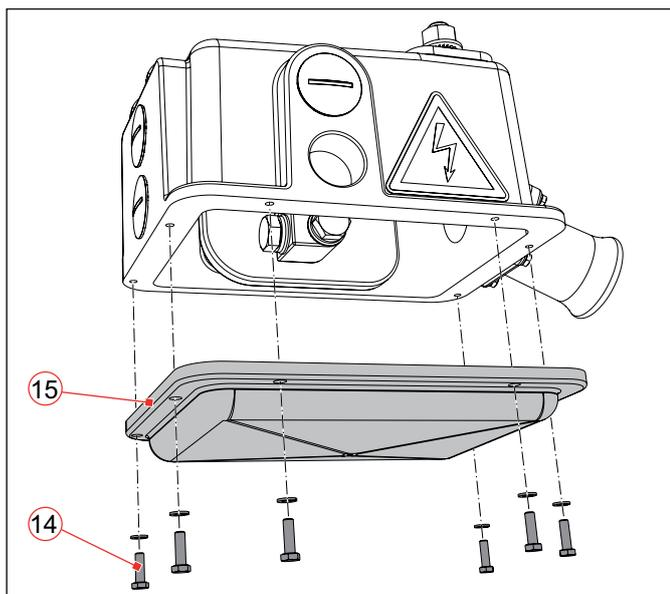

Abb. 22: Unteren Deckel des Kabelabzweigkastens abnehmen
- ▶ Zur Vorbereitung der Anschlüsse die 6 Schrauben (14) des Deckels (15) unten am Kabelabzweigkasten lösen (Abb. 22).
- ▶ Den Deckel (15) zusammen mit eingeklebter Dichtung abnehmen.
Nach Prüfung aller Kabelanschlüsse auf richtige Verlegung und festen Sitz, den Deckel unten am Kabelabzweigkasten wieder montieren, siehe **Abb. 22**.